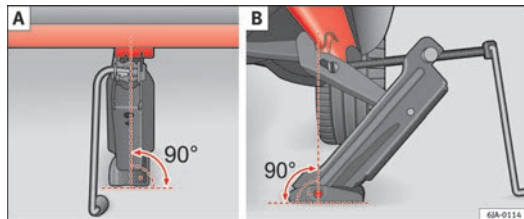

Fig. 140 Posizionamento del cric
- Regolare il cric in modo tale che la pinza abbracci il punto di appoggio del longherone inferiore ⇒ fig. 140 - B sotto l'incisione nel longherone inferiore.
- Assicurarsi che la base del cric sia appoggiata con tutta l'area su una superficie piana e sia in posizione verticale ⇒ fig. 140 rispetto al punto in cui la pinza si attacca al punto di appoggio del longherone.